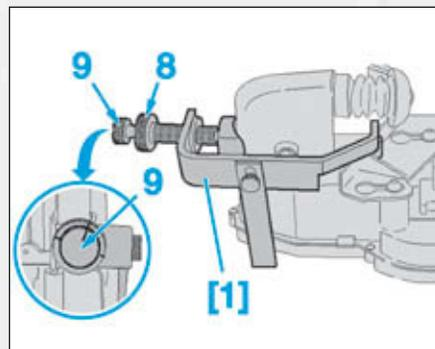

FIG.13
- Serrer la vis d'approche (8) jusqu'au contact de la tige de poussée sur la fourchette d'embrayage (Fig.13).